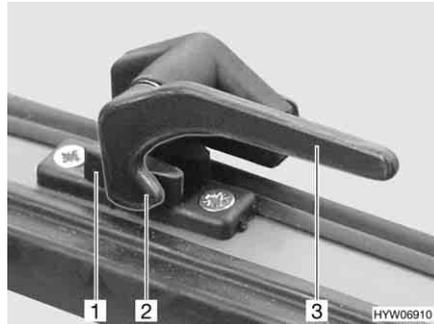

Fig. 70 Palanca de bloqueo en la posición de "cerrado"
- Girar la palanca de bloqueo (Fig. 70,3) un cuarto de vuelta hacia la mitad de la ventana.
- Girar la palanca de bloqueo (Fig. 70,3) un cuarto de vuelta hacia el marco de la ventana. El saliente de bloqueo (Fig. 70,2) se encuentra en la cara interior del bloqueo de la ventana (Fig. 70,1).
- En la posición "cerrada fijamente" (Fig. 70)